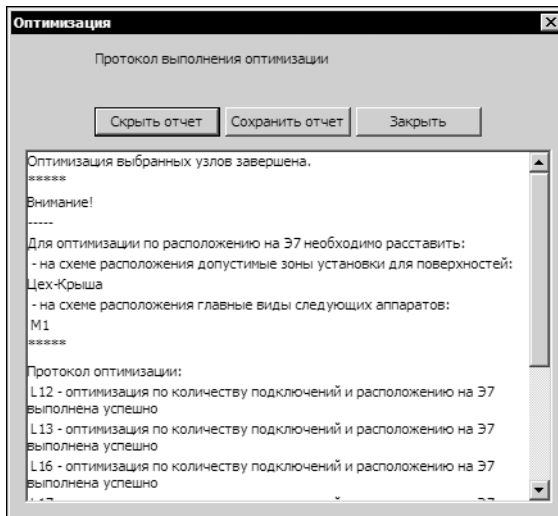

Рис. 25.8. Протокол выполнения оптимизации
5. На экране появится диалог (рис. 25.8), в котором отображается протокол результатов выполнения оптимизации.